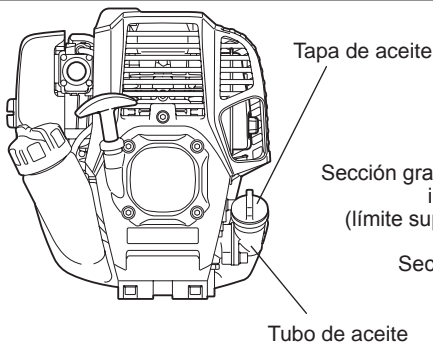

Fig. 1
- Coloque el motor en una posición nivelada, retire la tapa de aceite (Fig. 1) y compruebe si hay aceite en el intervalo entre las marcas de límite superior e inferior del tubo de aceite (Fig. 2).